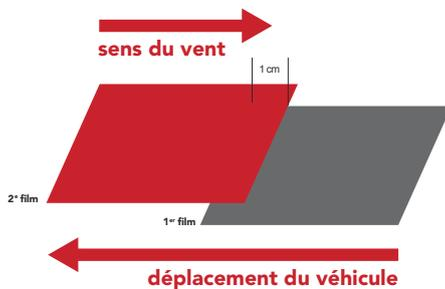

Figure 29
- Recouvrement du film HX20000-HX30000 vertical sur une surface mobile : partant du principe que vous posez du film toujours de l'arrière du véhicule vers l'avant, le recouvrement se fera ainsi. (FIG. 29)